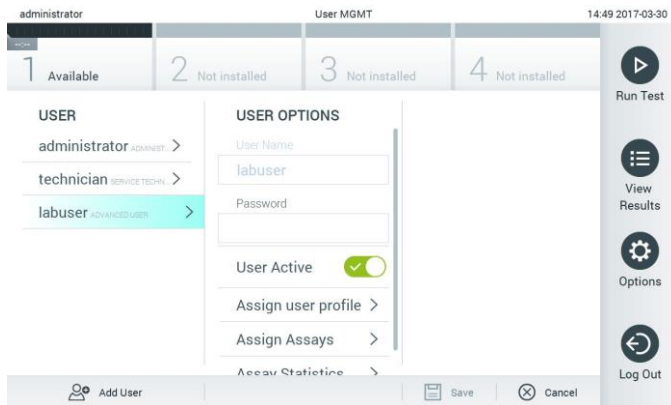

图 48. 选择和管理用户。
2. 从内容区域左侧列中的列表选择要管理的用户 (图 48)。